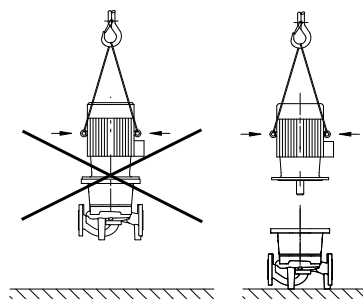

Fig. 8: Variklio transportavimas
- Variklio transportavimo kilpos skirtos tik variklio, o ne viso siurblio transportavimui (Fig. 8).